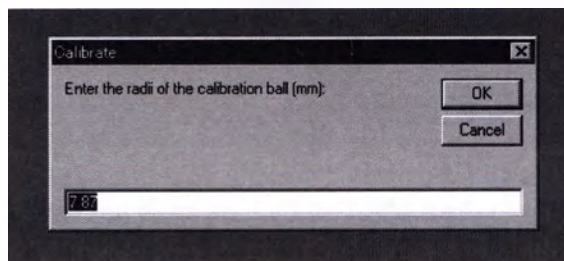

Рис.13
5. В появившемся окне введите значение радиуса тестовой модели глаза. Обычно это значение написано на корпусе тестовой модели глаза. Нажмите кнопку “ОК” (рис.13)